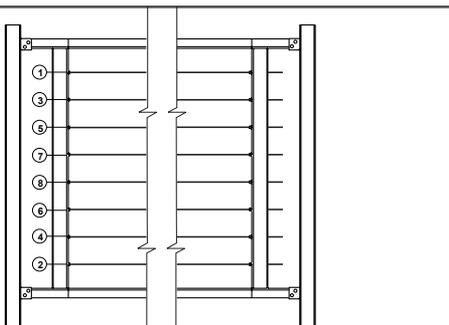

Fig. 2
- Tire de la cuerda y extienda el resorte hasta que el cable se enganche con el gancho en el indicador deslizante, como se muestra en la Fig. 2.